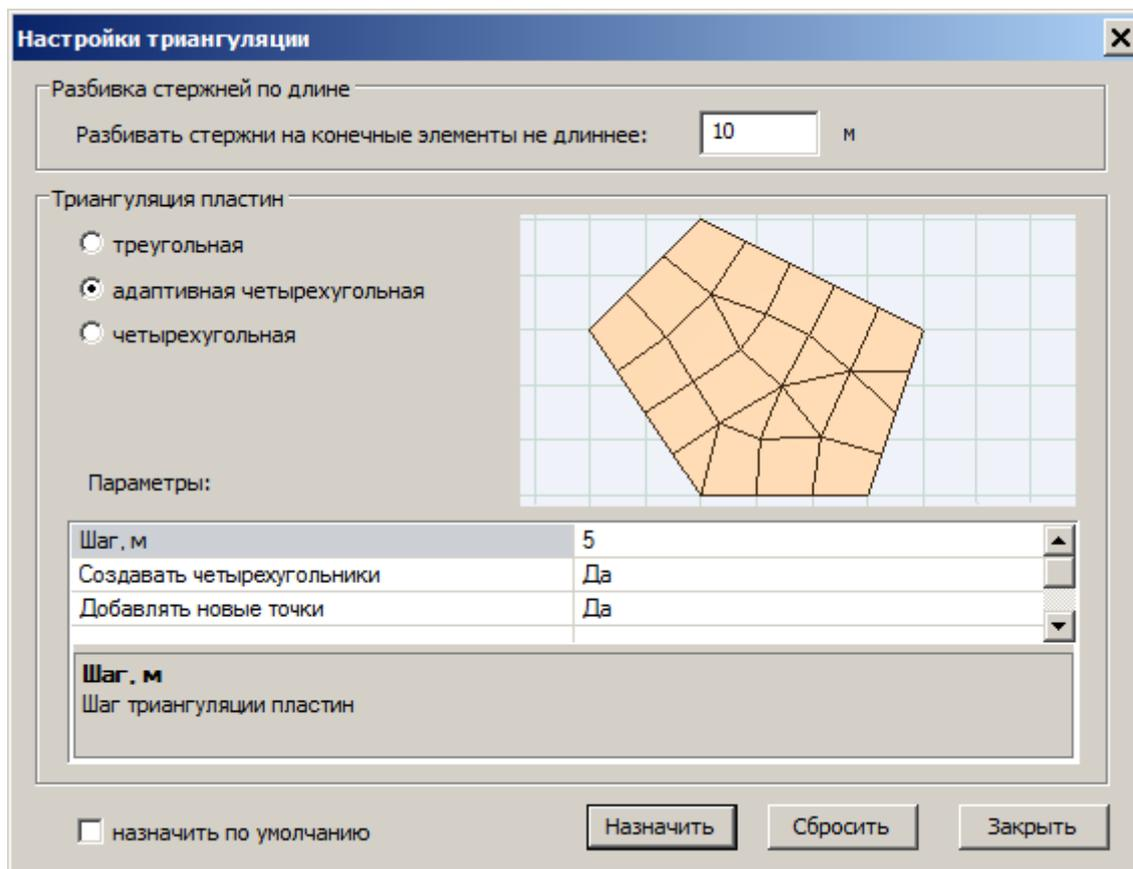

Рис.6.28. Диалоговое окно **Настройки триангуляции**
- Вызовите диалоговое окно **Настройки триангуляции** (рис.6.28) щелчком по кнопке  - **Настройки** (панель **Расчетная модель: триангуляция** на вкладке **Аналитика**).